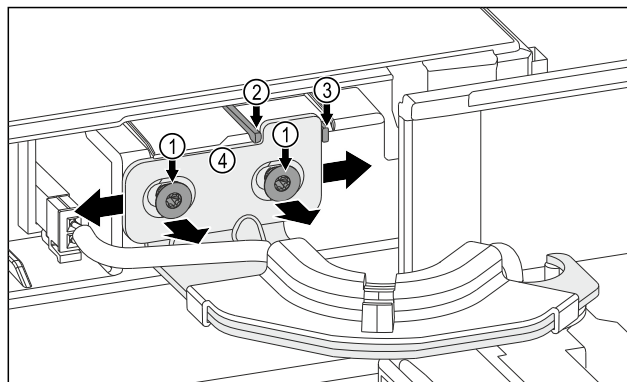

Fig. 8
- Otpustite oba vijka Fig. 8 (1).
- Pomaknite vrata nadesno: Izvadite sigurnosni umetak Fig. 8 (3).
- Pomaknite vrata nalijevo: Izvadite sigurnosni umetak Fig. 8 (2).
- Dosegnut je krajnji položaj vrata: Pritegnite oba vijka Fig. 8 (1).